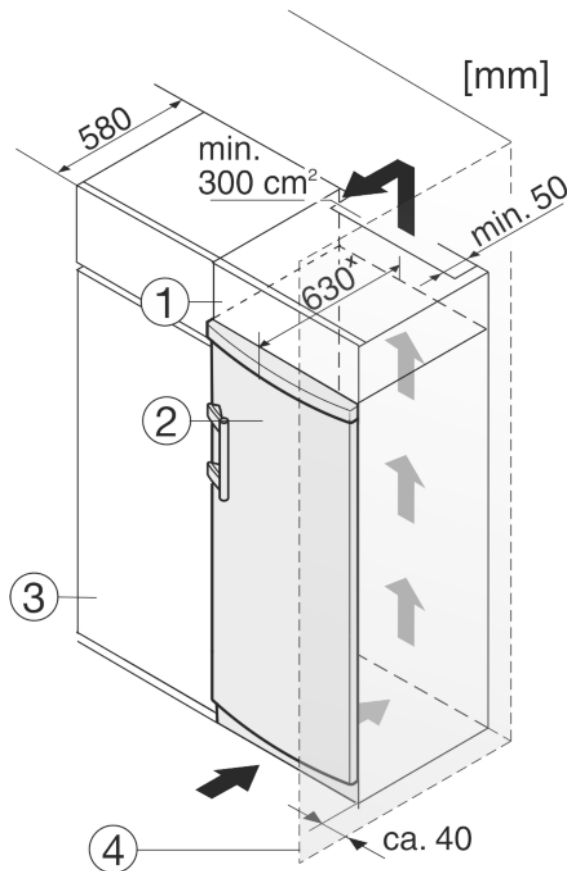

Fig. 9
Das Gerät kann mit Küchenschränken umbaut werden. Um das Gerät Fig. 9 (2) der Küchenzeilenhöhe anzugleichen, kann über dem Gerät ein Aufsatzschrank Fig. 9 (1) angebracht werden.
Beim Umbau mit Küchenschränken (Tiefe max. 580 mm) kann das Gerät direkt neben dem Küchenschrank Fig. 9 (3) aufgestellt werden. Das Gerät steht seitlich 34 mm^x und in der Gerätemitte 50 mm^x gegenüber der Küchenschrankfront vor.
Wenn das Gerät mit den Scharnieren neben einer Wand *Fig. 9 (4)* aufgestellt wird, muss der Abstand zwischen Gerät und Wand mindestens 40 mm betragen. Dies entspricht dem Griffüberstand bei geöffneter Tür.